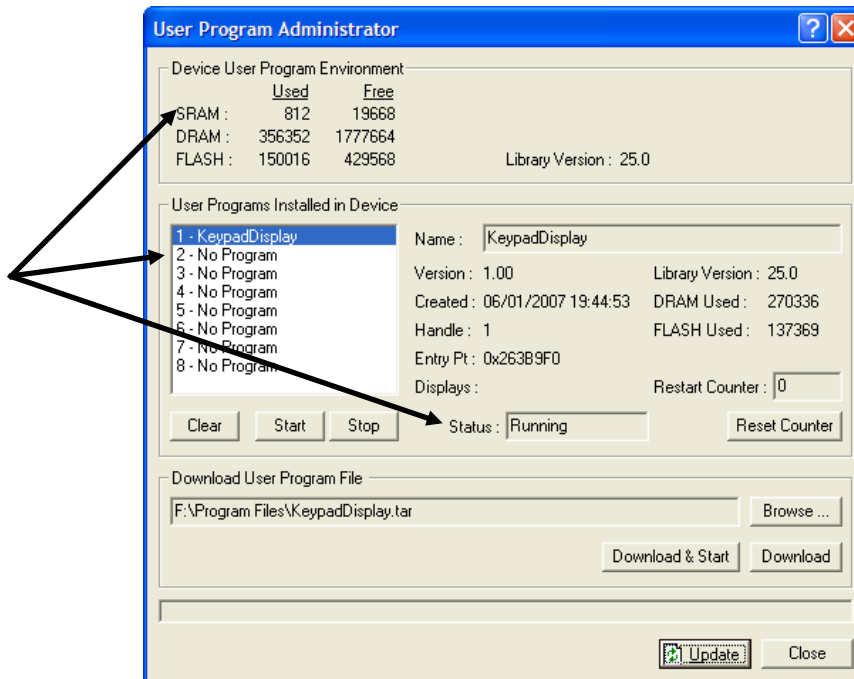

Figura 14. Pantalla User Program Administrator
10. Haga clic en **OK** (Aceptar). Aparecerá la pantalla User Program Administrator (Administrador de programas de usuario) (consulte la Figura 14). Tenga en cuenta la siguiente información: